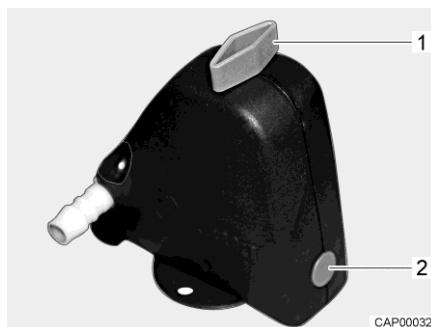
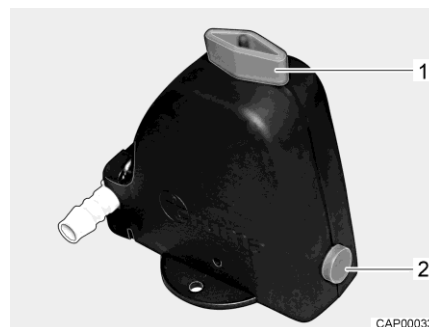

Fig. 120 Valvola di sicurezza/di scarico chiusa
Fig. 121 Valvola di sicurezza/di scarico aperta
- Aprire la valvola di sicurezza/di scarico (Fig. 120). A tal fine ruotare la manopola (Fig. 120,1) nel senso della lunghezza della valvola di sicurezza/di scarico. Il bottone automatico (Fig. 120,2) scatta all'infuori. La valvola di sicurezza/di scarico aperta è rappresentata in Fig. 121.